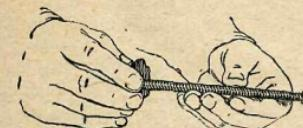

Рис. 34. Как надеть амортизатор на стержень
1. Надеть амортизатор на стержень с возвратно-боевой пружиной, выпуклой стороной к ограничителю (рис. 34).